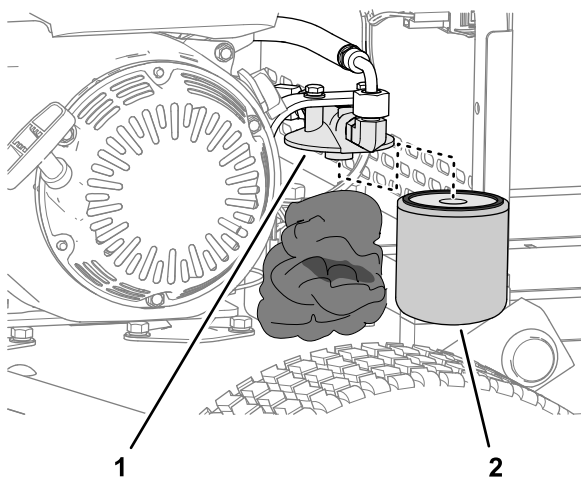

Figura 38
2. Coloque paños debajo del filtro hidráulico (Figura 38)
3. Retire con cuidado el filtro hidráulico (Figura 38).
5. Instale el filtro sobre el cabezal del filtro a mano (Figura 38) hasta que la junta entre en contacto con el cabezal del filtro y, a continuación, apriete el filtro 3/4 de vuelta más.